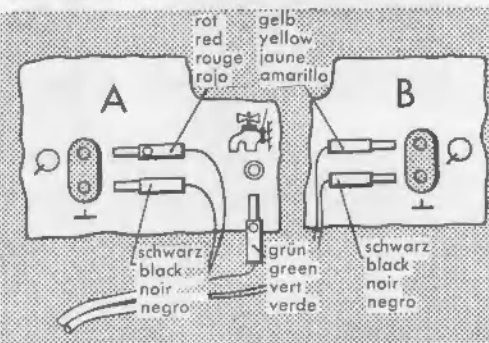

Fig. 5
- b) Stereo-Wiedergabe nach Fig. 5.
- b) Figure 5 shows the hook-up for stereo reproduction.
- b) Reproduction stéréophonique: fig. 5.
- b) Reproducción estereofónica: fig. 5.